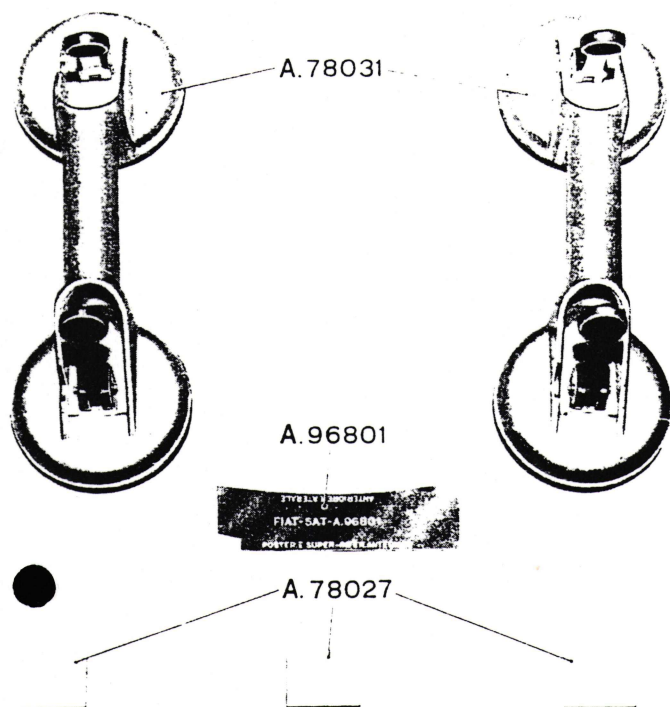
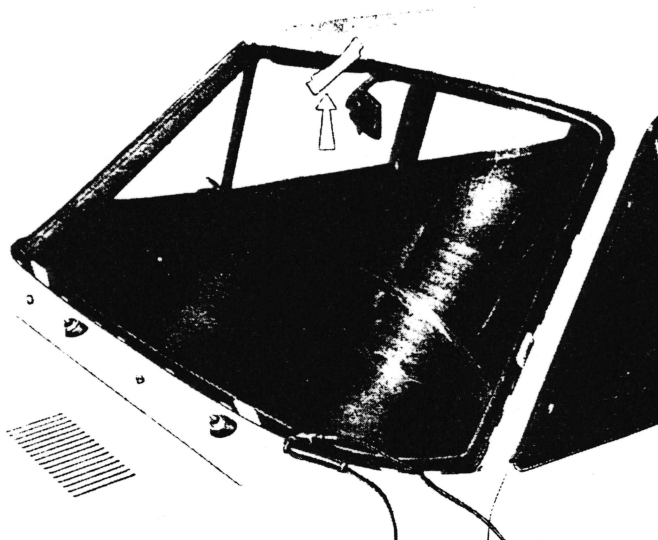

Abb. 119. - Saughafter A. 78031 zum Einsetzen bzw. Zentrieren der Scheibe, Kontrolle A. 96801 und Abstandsgummi A. 78027.
Abb. 122. - Kontrolle des oberen Sitzes der Scheibe.
- Die Scheibe einsetzen und genau zentrieren (Abb. 119). Dabei die Abstandstücke A. 78027 (Abb. 113), oder die zwei mit dem «Solbit» gelieferten Gummis (Abb. 119) verwenden. Die genannten Abstandgummis sind unten und zwar in ca. 20 cm Abstand von den seitlichen Pfosten aufzukleben, wobei man sich ver-
gewissere, dass zwischen dem Rand der eingesetzten Scheibe und dem Sitz ein gleichmässiger Abstand vorhanden ist. Um die Behandlung der Scheibe zu erleichtern, ist es ratsam die zwei Saughafter (mit entsprechenden Griffen) (A. 78031 - Abb. 119) zu verwenden, die wie in Abbildung 118 illustriert angesetzt werden.
Man beachte das Einlegen der Abstandgummis A. 78027 (Abb. 119), um die Zentrierung der Scheibe zu gewährleisten.
Die Kontrolle genannter Quetschung wird durch Anwendung der Lehre **A. 96801** (Abb. 122 u. 123) erleichtert, die sowie zur Kontrolle an der Windschutzscheibe als auch an der Heckscheibe dient, laut den Anweisungen auf der Lehre selbst (Abb. 119).